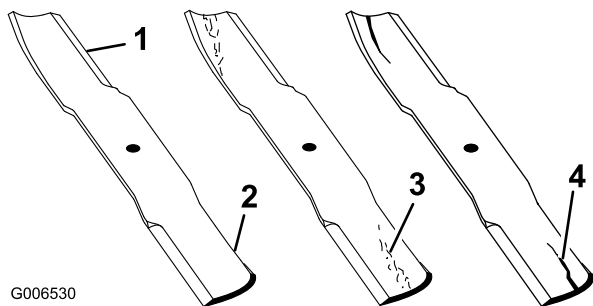

Figura 61
1. Inspeccione los filos de corte (Figura 61). Si los bordes no están afilados o tienen muescas, retire las cuchillas y afílelas. Consulte Afilado de las cuchillas.
2. Inspeccione las cuchillas, especialmente la parte curva (Figura 61). Si observa daños, desgaste o la formación de una ranura en esta zona (Figura 61), instale inmediatamente una cuchilla nueva.